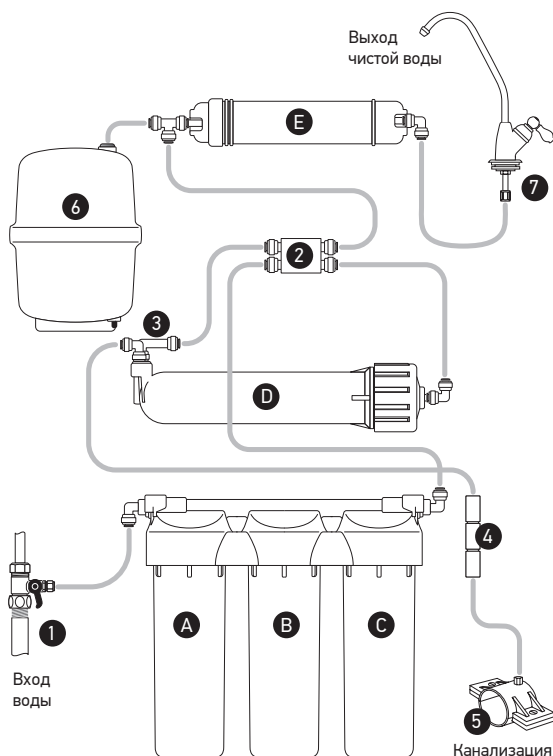

Рис.2. Принципиальная схема подключения фильтра Start Osmos.
На первой ступени (А) предварительной очистки картридж из полипропилена задерживает механические примеси и прочие частицы размером крупнее 5 микрон (Рис. 2).
Соединить трубкой выходной фитинг третьей ступени (С) с свободным фитингом управляющего клапана (2) согласно схеме на Рис.2.
■ Просверлить отверстие в сливной трубе мойки (в сифоне выше уровня канализационного водяного затвора) и подсоединить к трубе дренажную муфту (5).
■ Собрать с помощью входящей в комплект поставки пластиковой трубки (шланга) систему «магистраль → система обратного осмоса → кран» в соответствии со схемой подключения на Рис.2.